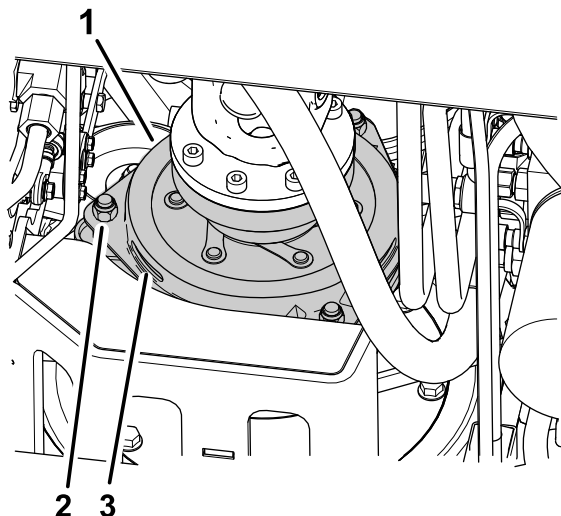

Figura 75
3. Regolate il traferro in modo da inserire, forzandolo leggermente, uno spessimetro di 0,3 mm tra il rivestimento interno della frizione e la piastra della frizione (Figura 75).
**Nota:** Per ridurre il traferro girate i dadi di regolazione in senso orario (Figura 75). Il massimo traferro di servizio è di 0,6 mm. Portate tutti e 3 i traferri a 0,4 mm.